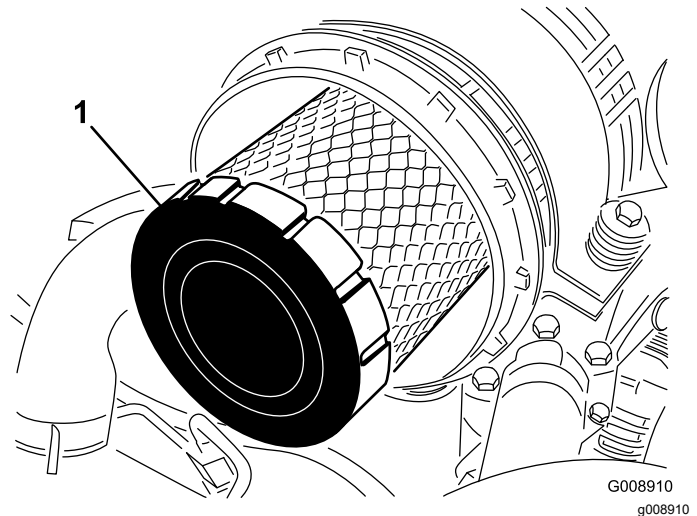

Bild 52
4. Entfernen und wechseln Sie den Hauptfilter aus (Bild 52).